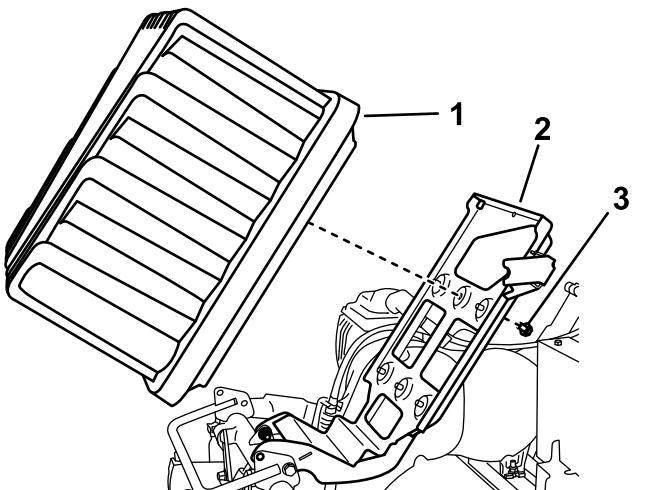

图 6
6. 从机器上卸下电池和电池平台 图 6。
7. 拆下将电池固定到平台上的螺栓和垫圈请按照当地、州和联邦法规处置或回收电池 图 6。